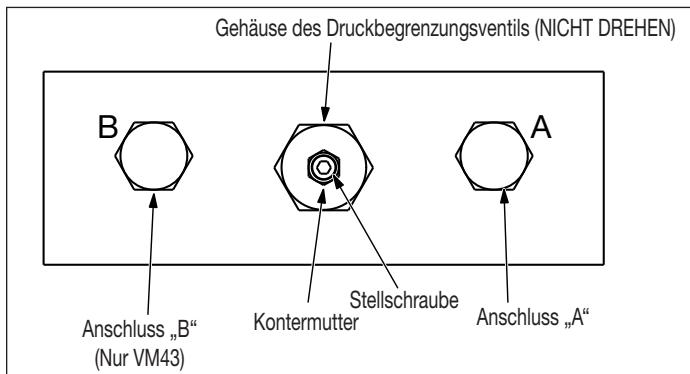

Abbildung 11: Druckbegrenzungsventil - VM33 und VM43
1. Schließen Sie ein Manometer (0-1035 bar [0-15.000 psi]) an Pumpenanschluss „A“ an. Siehe Abbildung 11.